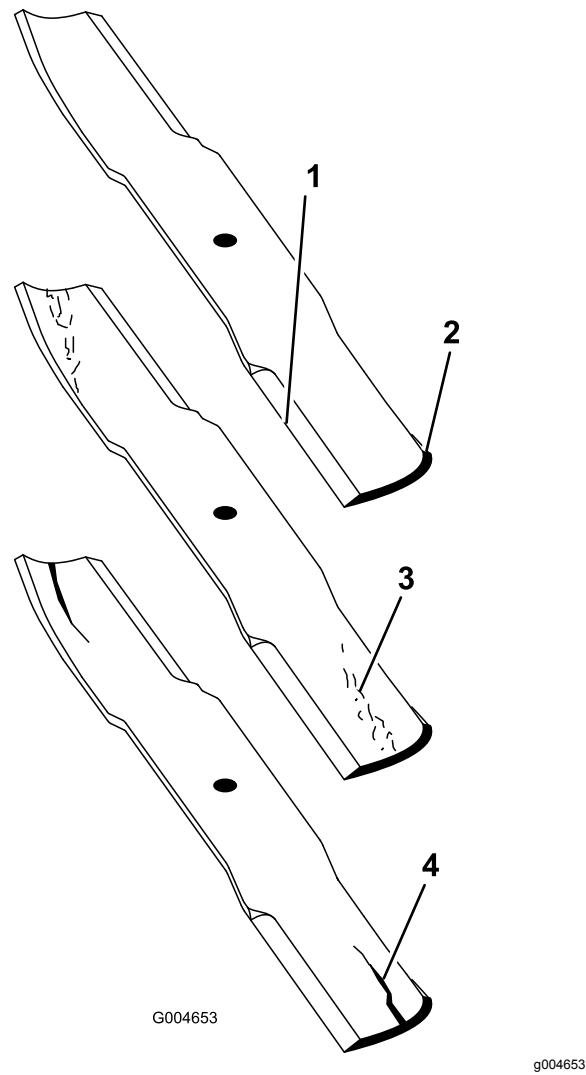

Figura 77
2. Verificate accuratamente i taglienti, con particolare attenzione ai punti d'incontro delle sezioni piatta e curva della lama (Figura 77).
Nota: Sabbia e materiali abrasivi possono consumare il metallo che connette le sezioni piatta e curva della lama, per cui si consiglia di controllare la lama prima di usare il tosaerba. Se riscontrate segni di usura (Figura 77), sostituite la lama.
3. Esaminate l'affilatura di tutte le lame e affilate se risultano smussate o scheggiate (Figura 77).